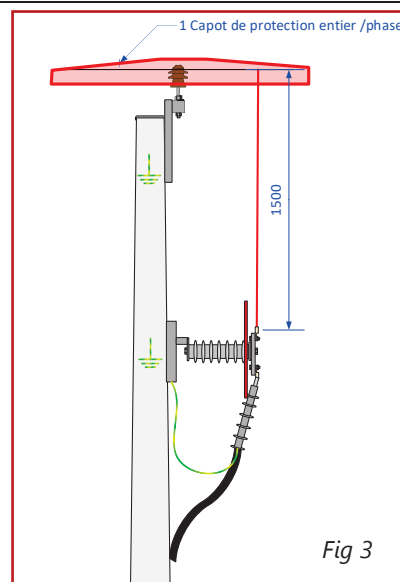

Fig 3
Pour les cas en ligne de passage (fig 3)
- 3 x Capots de protection BCIC – 1215 pour la Fig 3 – N° ERP 1259609. ATTENTION, si isolateur RIGG pour moyenne portée, BCIC – 3313